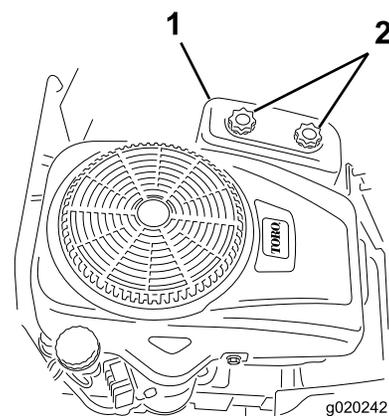

Figura 32
4. Remova cobertura do filtro de ar desaparafusando os 2 botões (Figura 32).
3. Coloque a cobertura do filtro de ar e aperte os dois botões (Figura 32).